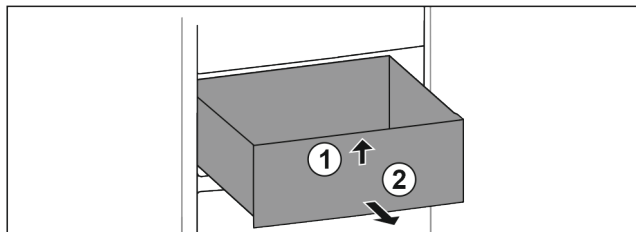

Fig. 27
- ▶ Soulever la partie avant du tiroir. Fig. 27 (1).
- ▶ Retirer le tiroir par l'avant. Fig. 27 (2)